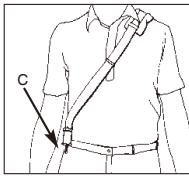

Fig. 8A
- Fäst bältesklämmen (C) i ringen (D) som sitter monterad på riggröret (Fig. 8A och 8B).